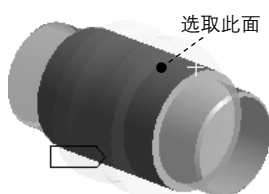

图 7.6.32 定义接触面
(1) 定义接触面。在 **Scope** 区域中单击以激活 **Contact** 后的文本框，选取图 7.6.32 所示的圆柱面为接触面，单击 **Apply** 按钮。